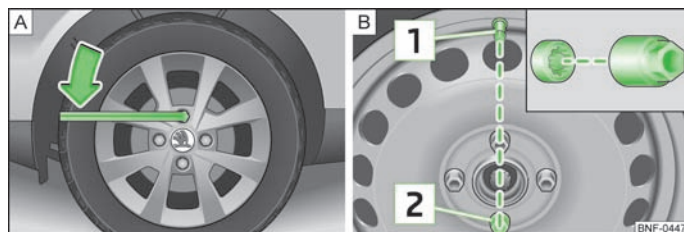

Fig. 108 Hjulskift: Sådan løsnes hjulboltene. / Låseboltens placering
- › Tag fat i enden af hjulnøglen, og skru bolten ca. **en** omdrejning mod venstre » Fig. 108 - [A].
På et hjul med hjulkapsel skal **låsebolten** være skruet i på position **2** » Fig. 108 – **B** over for ventilen **1**. Ellers kan hjulkapslen ikke monteres.